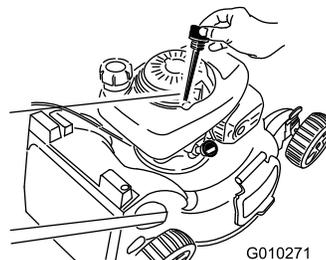

Figura 44
- Retire la varilla girando el tapón en el sentido contrario a las agujas del reloj y tirando del mismo (Figura 44).
- Ponga la máquina de lado (de modo que el filtro de aire quede hacia arriba) para drenar el aceite usado a través del tubo de llenado de aceite (Figura 44).